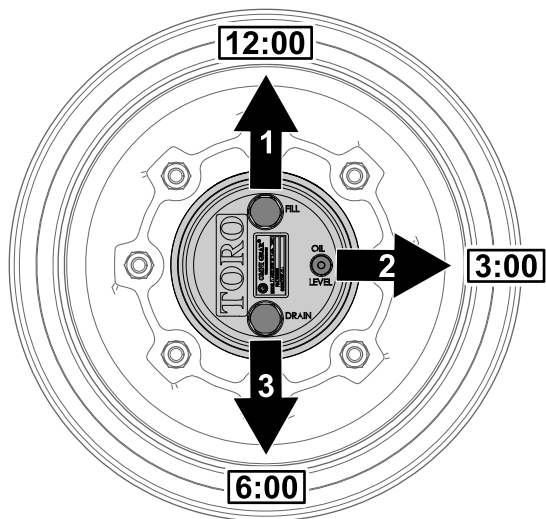

Figura 65
1. Parcheggiate la macchina su una superficie pianeggiante, posizionate la ruota in modo che il tappo di riempimento si trovi nella posizione a ore 12, il tappo di controllo nella posizione a ore 3 e il tappo di spurgo nella posizione a ore 6 (Figura 65).
2. Rimuovete il tappo di controllo nella posizione a ore 3 (Figura 65).
1. Parcheggiate la macchina su una superficie piana, posizionate la ruota in modo che il tappo di riempimento si trovi nella posizione a ore 12, il tappo di controllo nella posizione a ore 3 e il tappo di spurgo nella posizione a ore 6; fate riferimento alla Figura 65 in Controllo del lubrificante della trasmissione degli ingranaggi a ruotismo planetario (pagina 62).